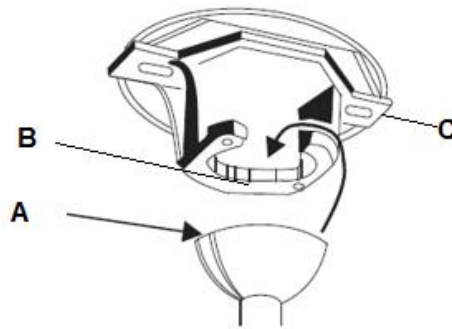

Imagen 9
4. Cuelgue el conjunto del ventilador en el soporte \(ver apartado «Cómo colgar el ventilador» e imagen 9\).
## **CÓMO COLGAR EL VENTILADOR (Imagen 9)**
Levante el conjunto del ventilador y móntelo en el soporte. Asegúrese de que la ranura de llave (A) del florón esté sobre el la clavija de llave (B) del soporte (C) para evitar que el ventilador se mueva cuando esté funcionando. (Imagen 9)